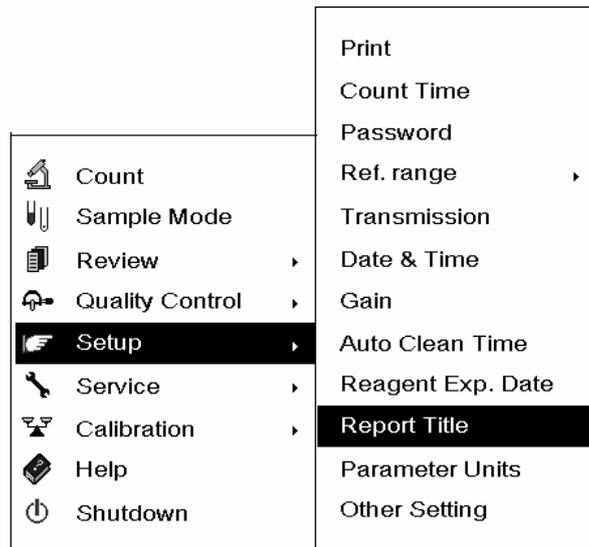
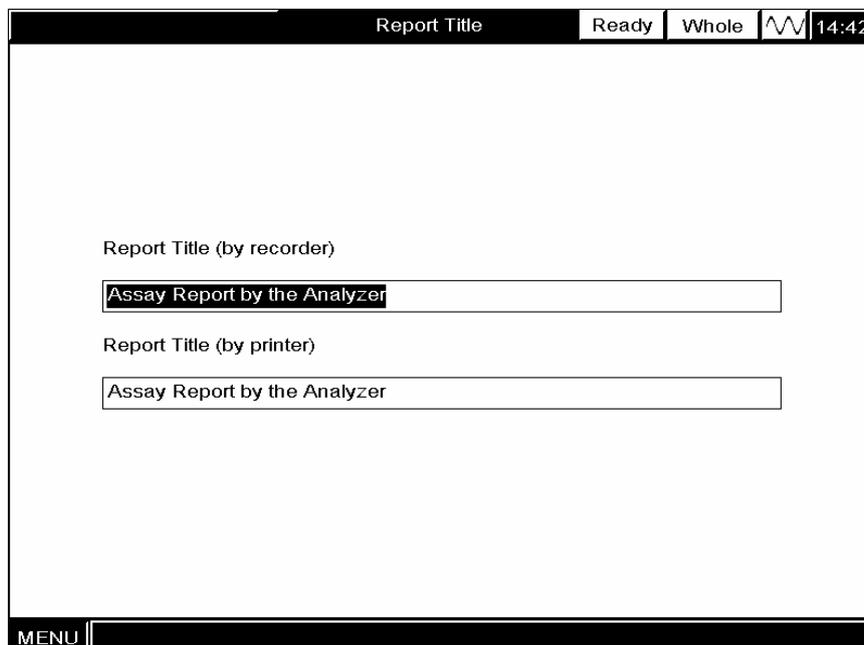

Abbildung 5-40 System-Menü
Abbildung 5-41 “Berichttitel”-Anzeige
**WÄHLEN** Sie **“Einstellung → Berichttitel” AUS** (Abbildung 5-40), um die **“Berichttitel”**-Anzeige aufzurufen (Abbildung 5-41).